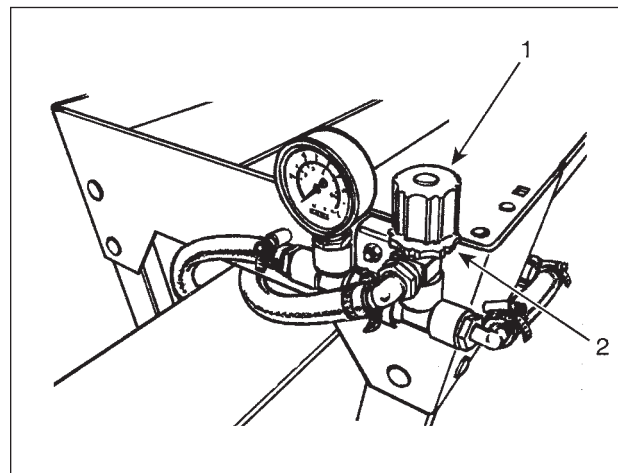

Figure 96 Ajustement de la pression
2. Ajuster la pression à 30 PSI (207 kPa) (figure 96);
3. Installer un seau vide (item 2) sous la buse de vaporisation (item 2) afin de recueillir le liquide;
### AJUSTEMENT DE LA PRESSION - FIGURE 96